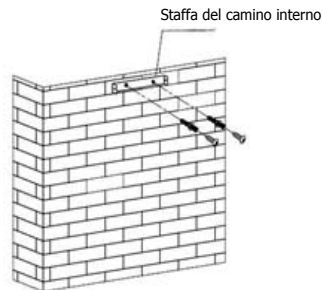

Figura 4
7. Utilizzare viti autofilettanti ST4x40 mm per fissare la staffa del camino interno al muro. Vedere figura 4.